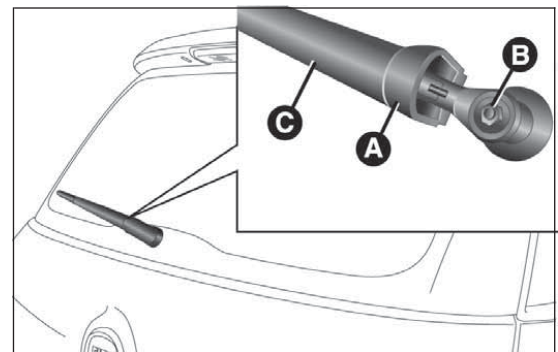

Abb. 222
- Die Abdeckung A Abb. 222, die Mutter B lösen und den Arm C ausbauen;